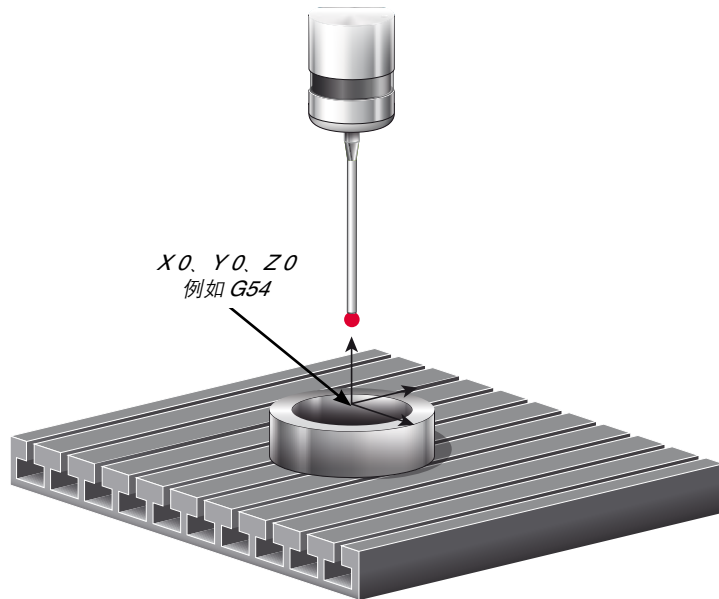

图4：使用环规标定XY轴偏置
- 如图4所示，此时为X、Y和Z轴设定的当前工件偏置的零点在环规顶面中心位置。